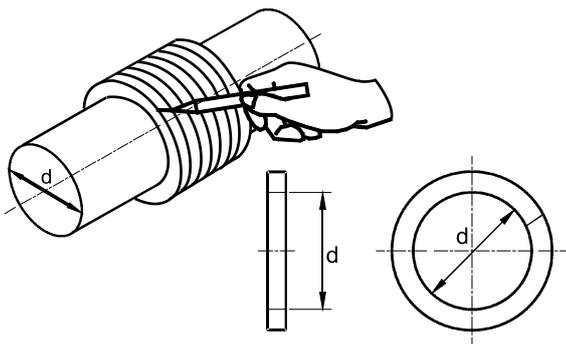

Fig. 19. Corte de anillos prensaestopa
5. Corte los anillos empaquetaduras de acuerdo al diámetro del eje y enrolle la trenza de empaque alrededor del eje de la bomba sin tensionarlo (Ver Fig. 19).